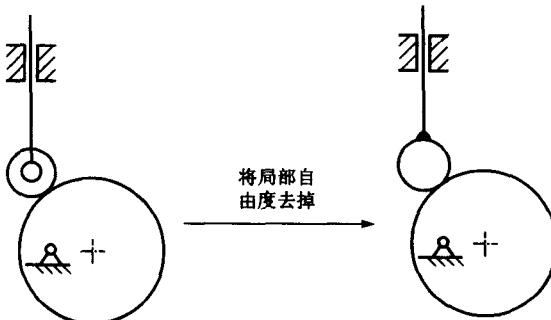

图 2-3 局部自由度及处理方法
② 局部自由度。不影响其他构件运动,仅与其自身的局部运动有关的自由度称为局部自由度。局部自由度常见于将滑动摩擦变为滚动摩擦时添加的滚子,轴承中的滚子等场合。在计算机构自由度时,应将局部自由度去掉。具体做法是将小滚子与安装滚子的构件焊接在一起(图 2-3),然后进行计算。